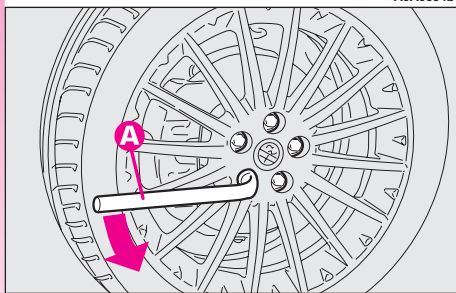

fig. 5
– Mediante l'utilizzo della chiave in dotazione (**A-fig. 5**), allentare di circa un giro i bulloni di fissaggio.